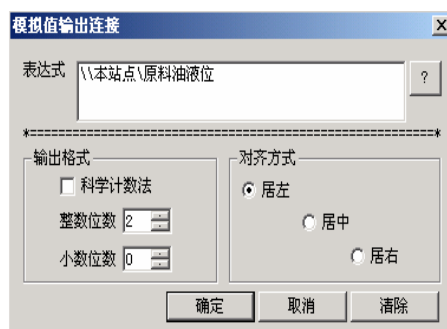

图 3-7
4、双击文本对象“####”，弹出动画连接对话框，在此对话框中选择“模拟量输出”选项弹出模拟量输出动画连接对话框，如图 3-7 所示：